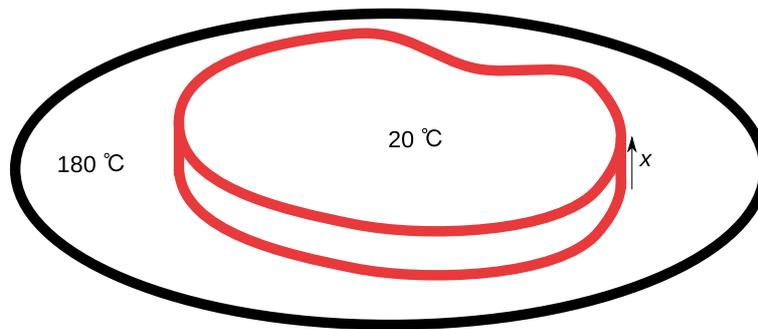
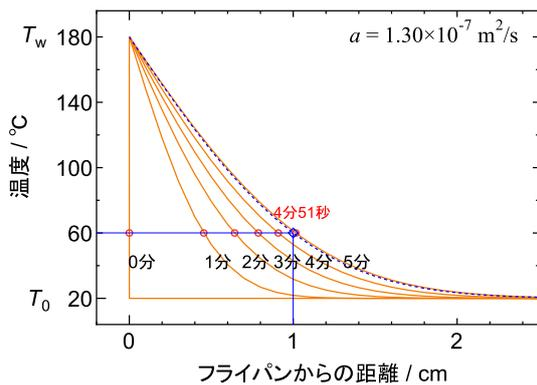
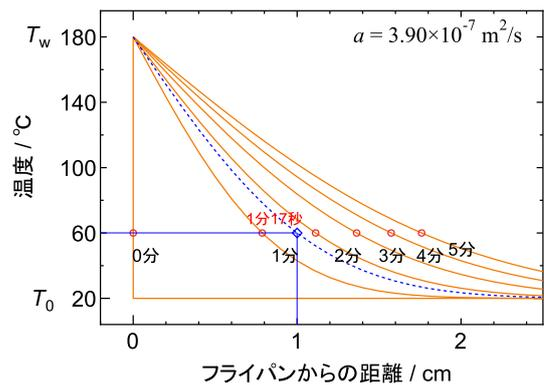

図 2 肉の加熱
図 3 温度分布（熱拡散率 $a = 1.3 \times 10^{-7} \text{ m}^2/\text{s}$ ）
図 4 温度分布（熱拡散率 $a = 3.9 \times 10^{-7} \text{ m}^2/\text{s}$ ）
より詳しく熱拡散率 (温度伝導率) a (単位: m^2/s) の意味を考えていき、等温面の伝わる速さを表すことを示す。大きな塊の固体の片面を一定温度で加熱した場合の、固体内の温度の伝わりと熱拡散率との関係を考えてみよう。大きな肉の塊を加熱されたフライパンで焼くことを想像してもよい (図 2)^{脚注 4}。加熱された固体内部の温度の変化と熱拡散率との関係を見てみよう。まず温度分布を計算する。固体は加熱を始めるまでは温度は T_0 で一定で、温度が T_w で加熱されるとする。経過時間 t (単位: s) は加熱開始を $t = 0 \text{ s}$ とし、加熱面から垂直に座標 x (単位: m) をとり加熱面を $x = 0 \text{ m}$ とする。この加熱される固体内の、等温面の動きを見ることで熱拡散率の意味が分かってくる。固体内の温度分布は次式のように余誤差関数 erfc ^{脚注 5} で表される (詳細な導出は文末の付録 A に示す)。
肉を焼く例で具体的に計算してみる (図 2)。肉は初め室温で $T_0 = 20^\circ\text{C}$ 、フライパンと肉の接触面は $T_w = 180^\circ\text{C}$ で加熱されるとする。肉をフライパンに置いた時間が $t = 0 \text{ s}$ 、フライパンと肉の接触面が $x = 0 \text{ m}$ となる。式 (2) から肉の塊 (熱拡散率 $a = 1.3 \times 10^{-7} \text{ m}^2/\text{s}$) を加熱した際の加熱直後、1 分後、2 分後、3 分後、4 分後、5 分後の温度分布をそれぞれ赤線で図 3 に示す。どの時刻でも左側のフライパン表面近くで温度が高く、離れるにつれて温度が下がる。また、図中で肉に火の通る (変性する) 60°C の位置を赤丸で示した。1 分後の温度分布を見る
と、4 mm 程度までは 60°C より温度が高く火が通っていることが分かる。比較のため、同様に熱拡散率が通常の三倍の赤い肉^{脚注 6}（熱拡散率 $a = 3.9 \times 10^{-7} \text{ m}^2/\text{s}$ ）での温度分布を図 4 に示す。熱拡散率が三倍の赤い肉では、ある位置のある温度に達するまでの時間は三分の一となる。例えば、1 cm の厚さが火が通る（60°C を越える）までの時間は通常肉では 4 分 51 秒（291 s）（図 3 中青印）だが、三倍肉ではその三分の一の 1 分 17 秒（77 s）（図 4 中青印）となる。
上式中で右辺の変数は Fo のみであり、固体内の温度 T はフーリエ数 Fo のみの関数となっている。つまり、ある値の温度に対してはある一つの値のフーリエ数が対応する。このフーリエ数を使って、図 3、図 4 で赤丸で示した肉の塊を焼く際にどこまで火が通るかを計算してみよう。肉は 60°C で焼ける（変性する）ので、 $T_w = 180^\circ\text{C}$ 、
上式から肉の中を $60\text{ }^\circ\text{C}$ の等温面がどのように移動するかが分かる。図 3 の赤丸と比べてみよう。普通の肉 (熱拡散率 $a = 1.3 \times 10^{-7} \text{ m}^2/\text{s}$) で 1 分後 ($t_{60\text{ }^\circ\text{C}} = 60 \text{ s}$) を式 (4) に代入すると、位置 $x_{60\text{ }^\circ\text{C}}$ が $4.54 \times 10^{-3} \text{ m}$ と図中の赤丸と同じ値が求められる。他の時間でも、どの位置まで $60\text{ }^\circ\text{C}$ となっているかが同様に求められる。三倍の赤い肉でも熱拡散率 $a = 3.9 \times 10^{-7} \text{ m}^2/\text{s}$ を代入するところで、同様に任意の時間での $60\text{ }^\circ\text{C}$ となっている位置が求められる。つまり、式 (4) で表されるように熱拡散率は等温面がある時間 ($t_{60\text{ }^\circ\text{C}}$) 経過した際にどれくらい進んでいるか ($x_{60\text{ }^\circ\text{C}}$) を表しており、温度面の移動する速度を表しているとも考えられる。熱拡散率に応じて等温面 (温度) の伝わる (伝導) 速さが変化する^{脚注 8}。このことから温度伝導率とも呼ばれる。ただし、熱拡散率は式 (4) で表されるように、距離 ÷ 時間ではなく距離の二乗 ÷ 時間である。等温面の移動距離の二乗と経過時間の関係が比例関係 (式 (4)) となり、その比例定数が熱拡散率である。そのため、熱拡散率の単位は距離の二乗を時間で割った次元 $[\text{m}^2/\text{s}]$ で表される。